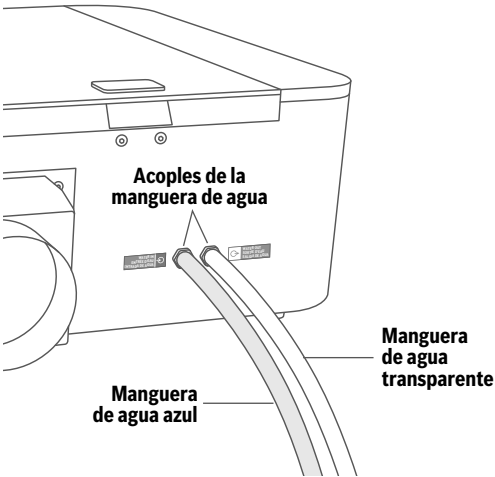

Fig. 8 — Parte trasera de la cortadora láser
3. Empareje los tubos de agua azul y transparente a los acoples adecuados de la entrada y la salida de la cortadora láser y la Hex Box™, Fig. 8 y 9. Los acoples están etiquetados con colores para ayudar a identificar los tubos apropiados.